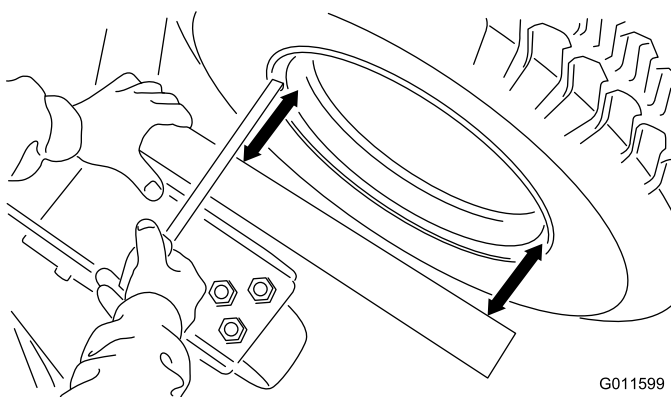

Figura 5
- B. Coloque um quadrado ou uma régua contra soldadura da plataforma que contém a montagem da forquilha da roda giratória (Figura 5). Não utilize a própria forquilha da roda giratória.
- C. Meça partir da parte interior do rebordo não a partir da extremidade exterior do rebordo) em ângulo reto em dois locais como indicado em (Figura 5). As irregularidades do rebordo e da tinta tornam a extremidade exterior um ponto de medição não fiável. Deve haver uma distância de 3 mm entre estas duas medidas.